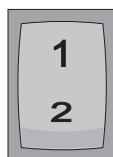

Abb. 2
Um die Kraftstoffmenge in höheren Lagen entsprechend anzupassen, wird eine zweite Pumpe (Abb. 1-4) parallel zur normalen Pumpe verbaut. Diese hat eine geringere Fördermenge. Über einen Umschalter (Abb. 2) im Fahrzeugginnern kann zwischen beiden Pumpen umgeschaltet werden.
- Schalter (Abb. 2) auf Stellung 1 stellen.
- Schalter (Abb. 2) auf Stellung 2 stellen.